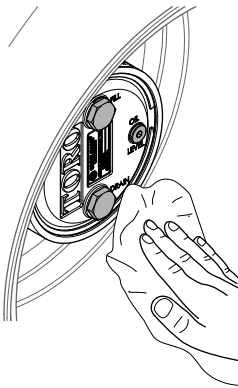

Bild 64
3. Wischen Sie das Gehäuse des Planetengetriebes und der Bremse ab (Bild 64).